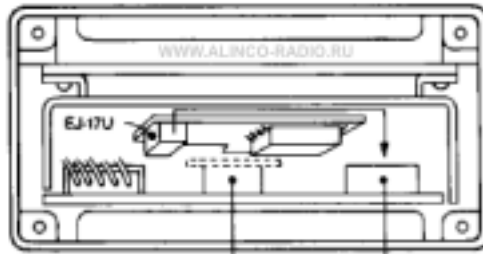

РИС.1
3. Установите устройство EJ-17U, как указано на рис. 1.